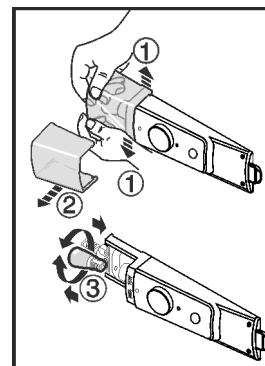

Fig. 11
- Розтиснути кришку лампи в сторони (зсередини, як показано на малюнку) в передній частині Fig. 11 (1) і зсунути вбік Fig. 11 (2).
- Замінити лампу. Fig. 11 (3)